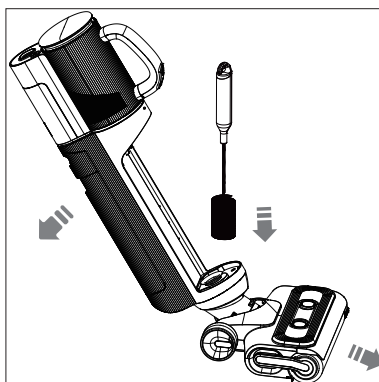

Abb. 20 – Leitung reinigen
- ▶ Reinigen Sie die Schmutzwasserleitung zum Reinigungsfuß mit der mitgelieferten Reinigungsbürste (**siehe Abb. 20**).